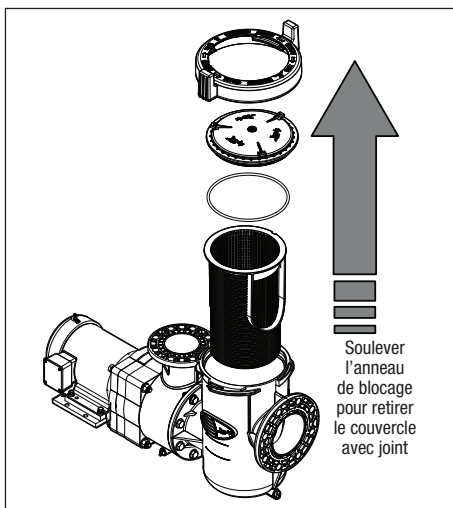

Figure 10. Vue éclatée de la pompe
8. Le panier de la crépine peut être retiré et vidé. S'assurer que le panier est correctement aligné avec l'orifice d'entrée de la crépine lors du remplacement du panier dans le pot de la crépine. Reportez-vous à la *Figure 10*.